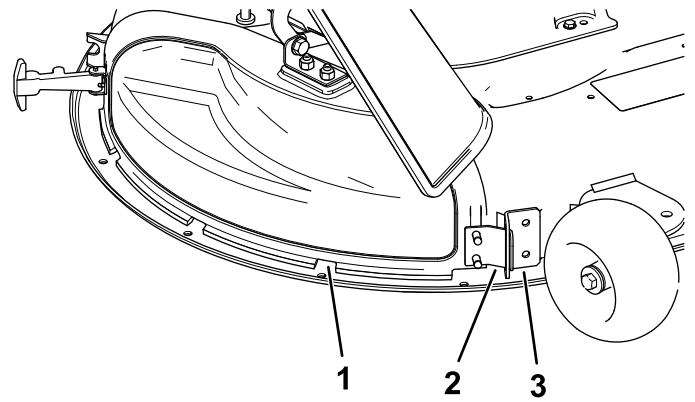

Figura 13
- Retire la pestaña metálica de la tapa de descarga de la ranura del soporte que está soldado a la carcasa de corte (Figura 13).